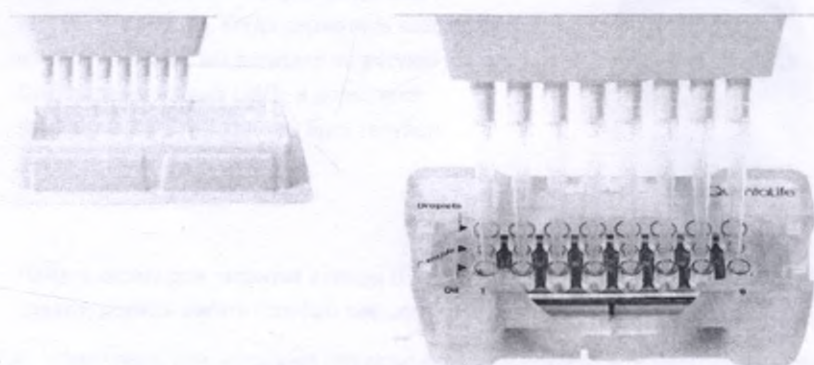

Рис. 5
5. Заполнить нижние лунки масляного картриджа маслом DG по 60 мкл масла из лотка (Рис. 5).